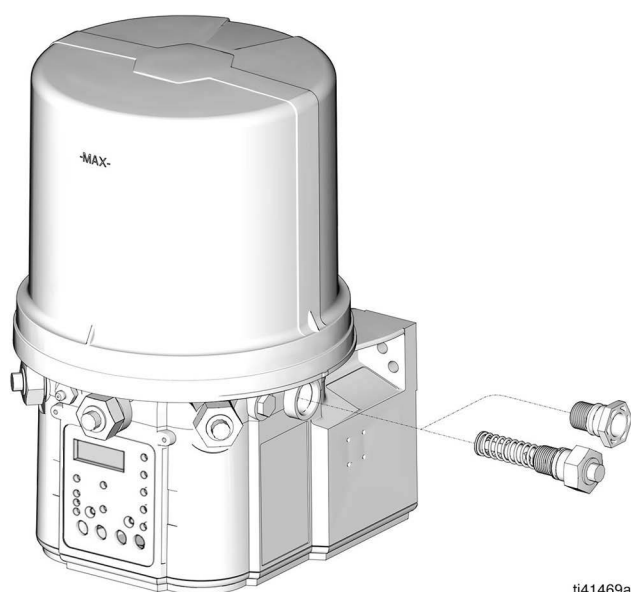

FIG. 11
3. Retirer l'élément de la pompe et le remplacer par un bouchon (couple de serrage de 5,6 N•m). (FIG. 11).